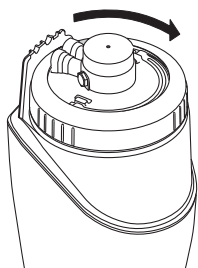

Fig. 40
12. **Enrosque** el Anillo de retención hasta que llegue a un punto de **DETENCIÓN**. No debe haber estrías visibles debajo del Anillo de retención. Si las estrías están expuestas, el Soporte no ha llegado a su lugar (Fig. 40).